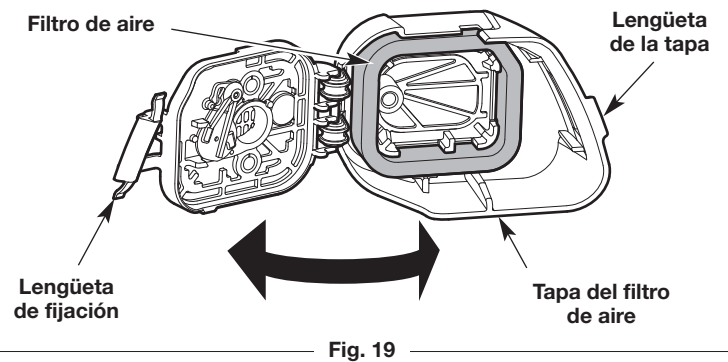

Fig. 19
1. Abra la cubierta del filtro de aire: Enganche sus dedos detrás de la lengüeta de la tapa. Para destrabar la tapa del filtro de aire, jale hacia la izquierda y lejos del motor. Es posible que deba jalar firmemente. Gire la cubierta del filtro de aire hacia la derecha (Fig. 19).
2. Extraiga el filtro de aire del interior de la cubierta del filtro de aire (Fig. 19).
6. Reinstale el filtro de aire dentro de la cubierta del filtro de aire (Fig. 19).
7. Cierre la cubierta del filtro de aire: Gire la cubierta del filtro de aire hacia la izquierda y oprímala para cerrarla hasta que la lengüeta de fijación entra a presión en su lugar (Fig. 19).